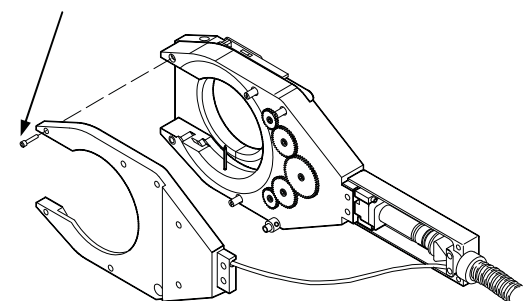

図16：ウェルド・ヘッド・ハウジングを分解する
5. 4本のウェルド・ヘッド・ハウジング・ネジをハウジングから取り外します。マイナス・ドライバーを使用してブラシ側とギア側を慎重に取り外します。図16をご参照ください。
6. アース・ピン絶縁材やフィクスチャー・ピン絶縁材などの内部部品が損傷しないよう注意しながら、ウェルド・ヘッド・ハウジングを取り外します。図16をご参照ください。